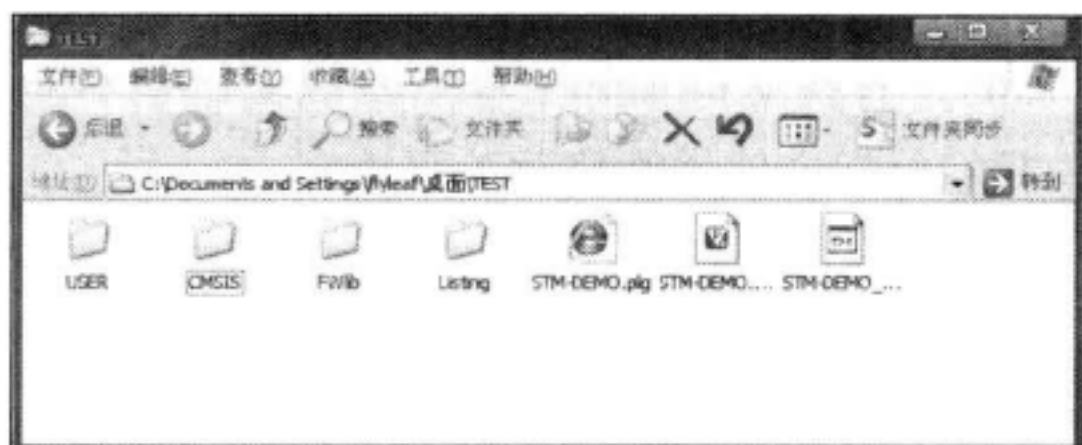

图 3-12 创建各种文件夹
6) 在 TEST 文件夹中，新建 5 个文件夹，分别为 USER、FWlib、CMSIS、Output、Listing，其中 USER 已经存在，就不需再建了，见图 3-12。